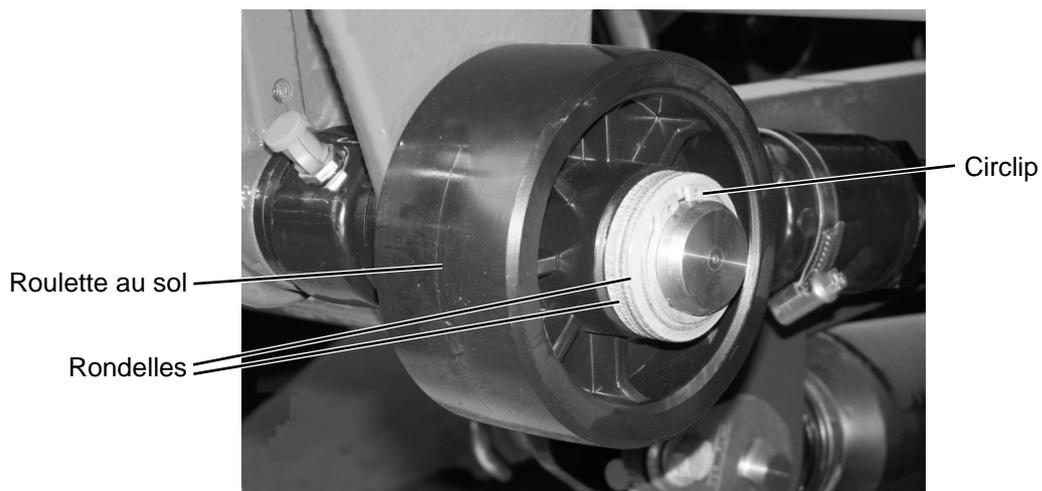

Figure 38 : Montage de la roulette au sol
- ▶ Montez les roulettes au sol et bloquez-les chacune sur les boulons à l'aide d'un circlip (voir Figure 38).